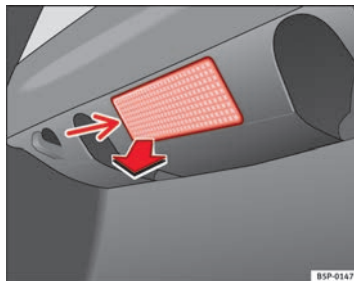

Fig. 199 Luce bagagliaio
- Estrarre il paralume facendo pressione sul bordo della parte interna dello stesso -freccia- aiutandosi con la parte piana di un cacciavite ⇒ fig. 199. ►